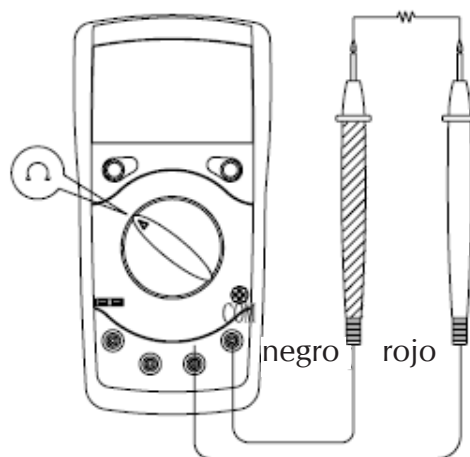

figura 5
E. MEDICION DE RESISTENCIA (VEA FIGURA 5)